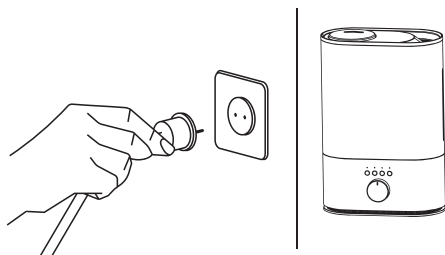

Рис. 4
2. Подключите вилку к электрической розетке, и устройство перейдет в режим ожидания (см. рис. 4). Для включения прибора поверните ручку регулировки скорости вправо. Из распылителя через несколько секунд начнет выходить пар.